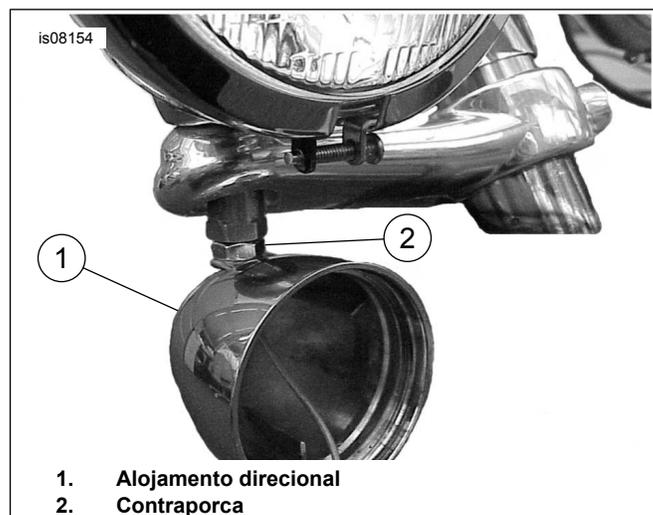

Figura 10. Instalação da luz direcional
10. Veja Figura 10. Rosqueie a luz direcional na porca de fixação até ela ficar firme, depois recue a distância mínima para permitir o alinhamento dianteiro dos alojamentos das lâmpadas. Aperte a contraporca contra o alojamento da luz direcional para travá-la no local adequado.